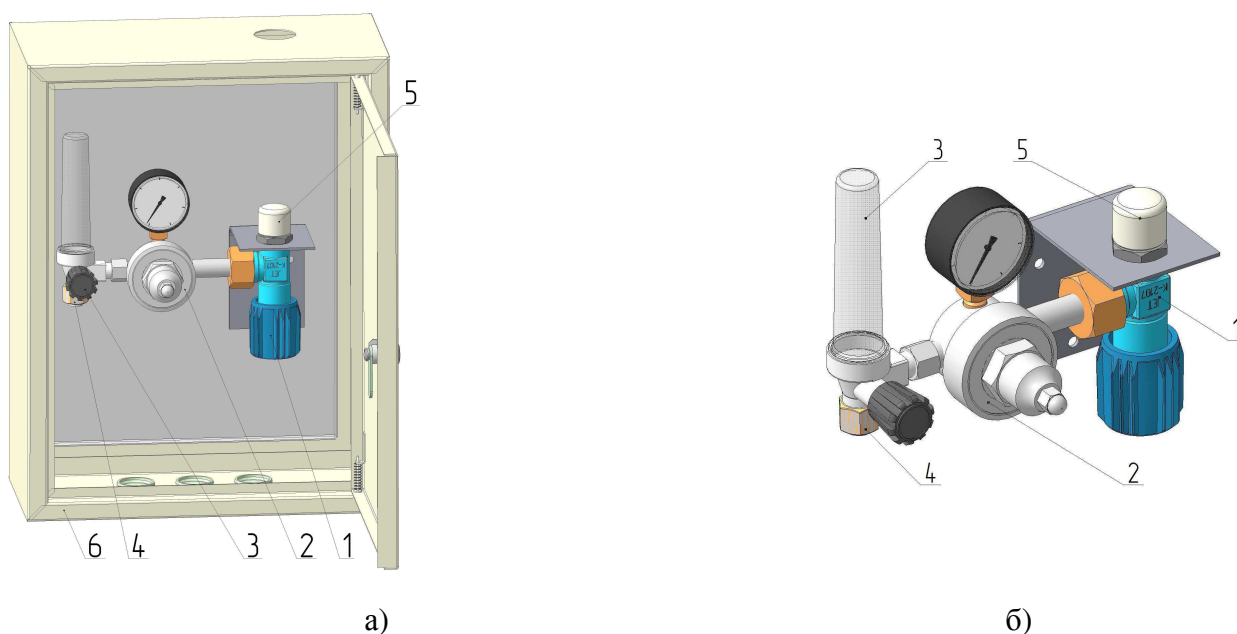

Рис. 1. Пост газоразборный: а - ПГУ-30РТ-з / ПГАр-40РТ-з; б - ПГУ-30РТ/ПГАр-40РТ
4.1 Внешний вид поста показан на рис. 1